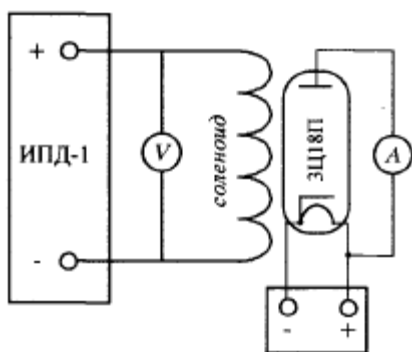

Рис. 5. Схема установки
- Соберите установку, показанную на рис. 5. Необходимо обратить внимание на то, что лампа ЗЦ18П должна находиться в области однородности магнитного поля.